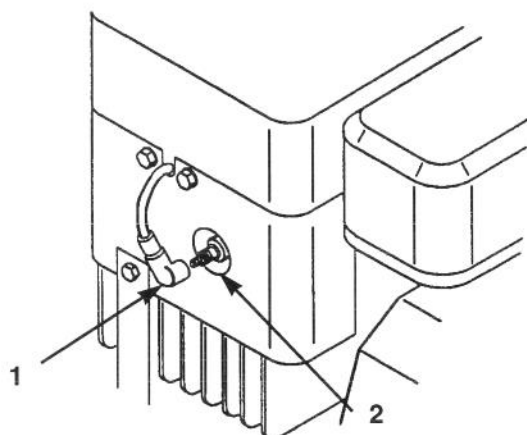

Figure 22
3. Débrancher le fil de la bougie d'allumage (Fig. 22), puis nettoyer la surface autour de la bougie pour éliminer les saletés qui pourraient tomber dans le moteur et l'endommager.
3. Brancher le fil sur la bougie d'allumage (Fig. 22).